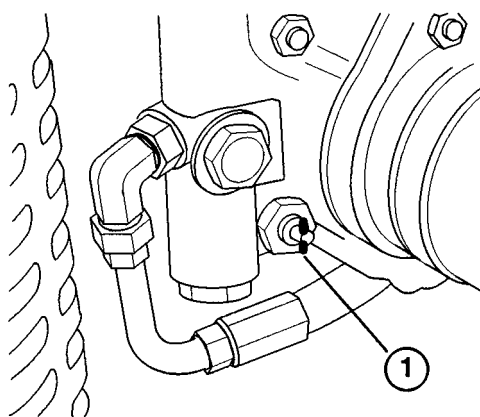

図 30
1. ポンプ下のバイパス・バルブ（図30）を90°回転させる。